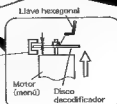
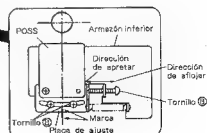
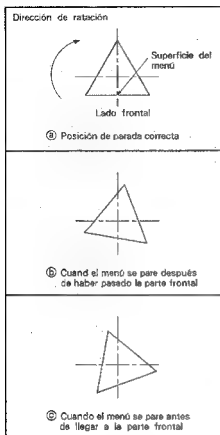

Fig. 7-2
Fig. 7-3
Fig. 7-4
- Afloje el tornillo ② que sostiene el disco decodificador con una llave hexagonal.
- Afloje el tornillo ③ que sostiene la placa de ajuste.
- (1) Ajuste la separación entre el disco decodificador y el interruptor fotoeléctrico del motor (menú) a $1\frac{1}{16}$ mm. (Fig. 7-2)
- (2) Fije el tornillo del disco decodificador apretándolo con una llave hexagonal.
- (3) Gire el tornillo ③ de forma que la marca grabada en la placa de ajuste quede alineada con el armazón inferior. Después apriete temporalmente el tornillo ②.
- (4) Presione la tecla ROTATE MENU del panel frontal de la unidad principal para que el menú gire. Después realice los ajustes siguientes dependiendo de la condición. (Fig. 7-3)
- Afloje el tornillo ② y apriete el tornillo ③ girándolo hacia la derecha.
- Afloje el tornillo ② y gire el tornillo ③ hacia la izquierda para aflojarlo.
- (5) Vuelva a girar el menú y apriete firmemente el tornillo ② cuando el menú se pare dirigiendo sus superficies hacia la parte frontal. (Fig. 7-4 ⑥)
- (6) Finalmente, gire el menú y compruebe si se para dirigiendo sus tres superficies hacia la parte frontal cada 120° de rotación.